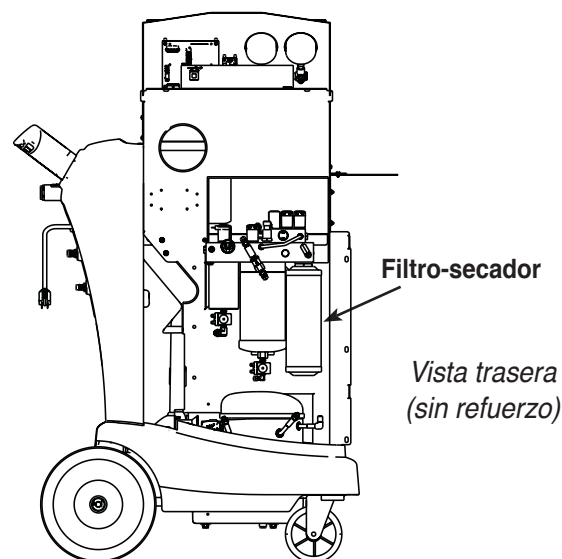

Figura 8
5. La pantalla muestra **REEMPLACE EL FILTRO**. Abra la puerta trasera de la unidad y desatornille el filtro anterior. Consulte la Figura 8.